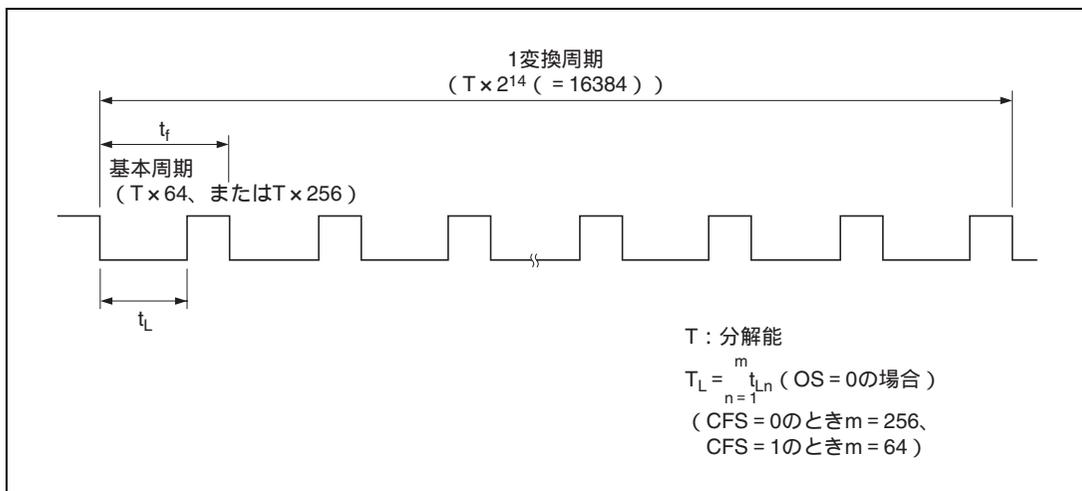

図 14.3 PWM (D/A) の動作
PWMX 端子からは、図 14.3 に示すような PWM 波形が出力されます。1 変換周期中に発生するパルス (CFS = 0 の場合 256 個、CFS = 1 の場合 64 個) の 0 レベル幅の合計 (TL) が DADR のデータと対応しています。OS = 0 の場合、この波形が直接出力されます。OS = 1 の場合、この波形が反転して出力されます。このとき 1 レベル幅の合計 (TH) が DADR のデータと対応しています。この様子を図 14.4 に示します。
CKS、CFS、OS ビットの設定と、分解能、基本周期、変換周期との関係を表 14.4 に示します。DADR の内容がある値以上ではないと PWM 出力は固定レベルとなります。PWM 出力が図 14.3 で説明した波形となる DADR の設定値と DADR の下位ビットを 0 に固定して、変換精度を 12 ビット、10 ビットとした場合の変換周期などをあわせて表 14.4 に示します。